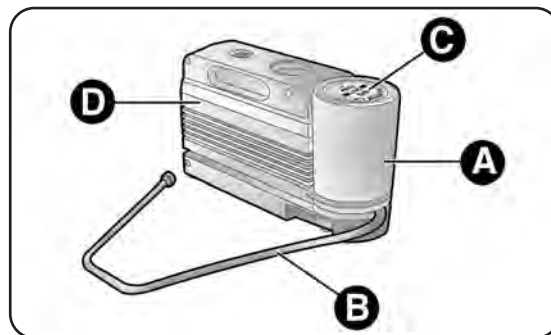

fig. 122a
- una bomboletta A-fig. 122a contenente il liquido sigillante, dotata di: tubo di riempimento B e bollino adesivo C recante la